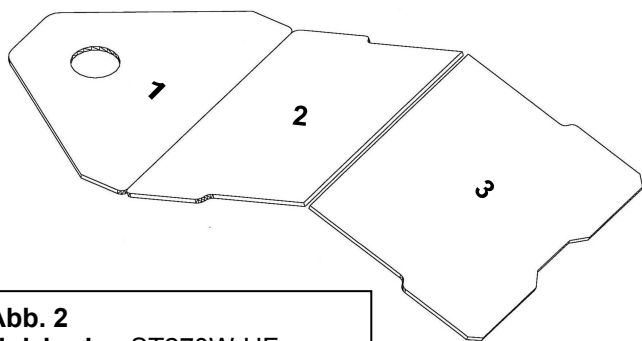

Abb. 2
- 1 – Den Boden wie in Abb. 2 oder 3 (je nach Modell) angegeben hinlegen: